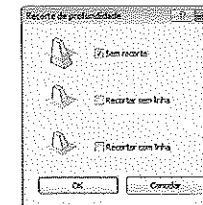

Figura 7.71 – Janela de diálogo Recorte de profundidade.
- **Recorte de profundidade:** define se haverá corte de vista em planta. O corte pode apresentar as linhas do projeto na parte cortada ou não, conforme ilustra a Figura 7.71.